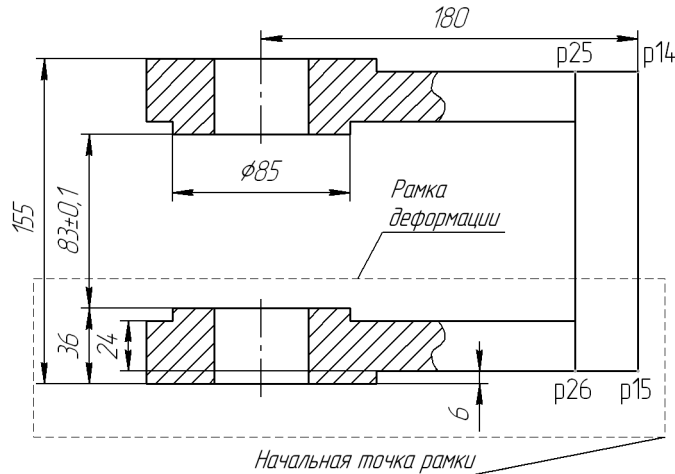

Рис. 51.72.
2. Сформируйте рамку деформации так, как это показано на рис. 51.72. Начать формирование рамки можно с любого угла, однако удобнее это делать там, где этому не мешают посторонние объекты.